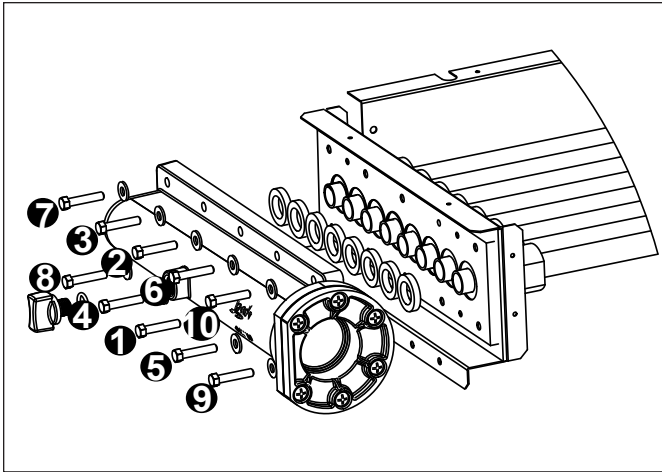

Figure 11 Séquence de serrage du boulon du collecteur
Le collecteur d'entrée et de sortie du réchauffeur électronique Legacy modèle LRZ est équipé d'un robinet de réglage automatique du débit. Le robinet de réglage automatique du débit maintient un débit approprié à travers le réchauffeur pour un débit allant jusqu'à 125 gallons par minute (gpm) (475 litres par minute [lpm]). Si le débit d'écoulement du système de filtrage est supérieur à environ 475 lpm (125 gpm), installer un robinet de dérivation manuelle, voir figure 11, puis effectuer un test d'élévation de la température, voir Section 7.8 et régler le débit en utilisant le robinet de dérivation jusqu'à ce que l'élévation appropriée de la température soit atteinte.
16. Utiliser une clé dynamométrique pour serrer les boulons sur chaque raccord à 4 pieds par livre. Les boulons doivent être serrés selon la séquence indiquée dans la figure 11.